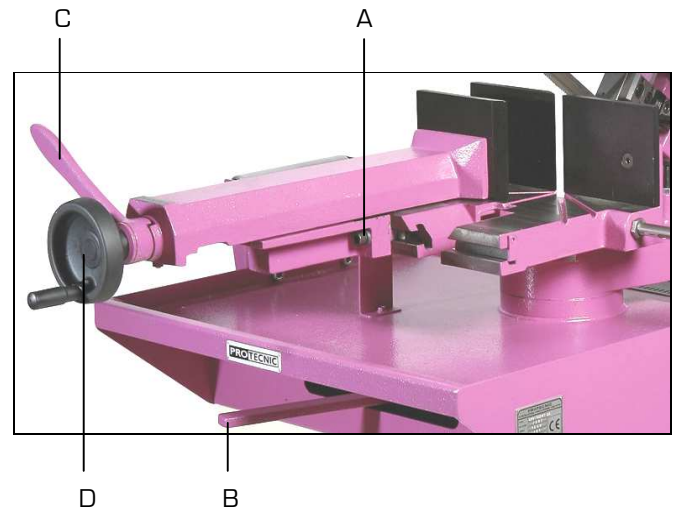

Figure 5
1. Débloquer les 2 boulons [A fig.5] situés sur l'étau.
3. Resserrer ces 2 boulons [A fig.5].
2. Débloquer le levier [B fig.5] qui se trouve à la base de la scie.
5. Resserrer le levier [B fig.5].
L'étau est équipé d'un levier de serrage rapide [C fig.5] avec un déplacement d'environ 4 mm :
1. Effectuer une approche d'environ 2 mm de la pièce à couper au moyen du volant d'étau [D fig.5].